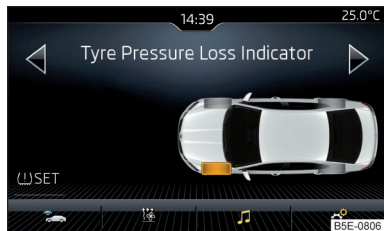

Fig. 296
- Pulsar la superficie funcional **SET** » fig. 296.
En caso de las luces de control iluminadas en el cuadro de instrumentos pueden mostrarse en el Infotainment los neumáticos afectados » fig. 296.